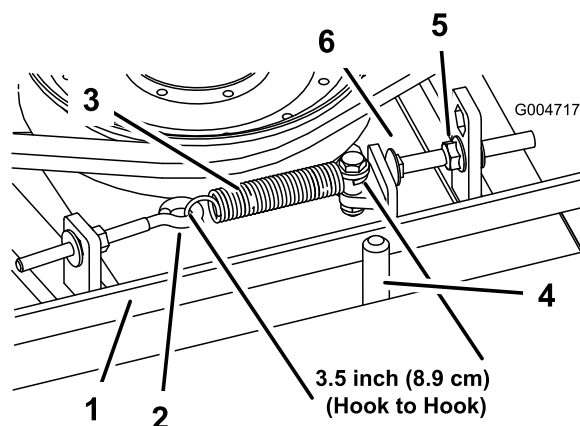

Figure 65
Lorsqu'il est correctement tendu, le ressort d'extension (d'un crochet à l'autre) doit mesurer environ 8,9 cm ± 6 mm (intérieur). Lorsque le ressort est correctement tendu, ajustez le boulon de butée (boulon de carrossier) jusqu'à obtenir un jeu approximatif de 3 +1,5/0,0 mm entre la tête du boulon et le bras de la poulie de tension (Figure 65).
Remarque: La courroie doit être placée du côté ressort du guide (Figure 65).
2. Desserrez le boulon à œil pour pouvoir enlever le ressort d'extension (Figure 65).
3. Desserrez l'écrou à embase qui fixe le boulon de butée à la patte de montage. Reculez l'écrou suffisamment pour que le bras de la poulie de tension passe le boulon de butée (Figure 65). Éloignez la poulie de tension de la courroie pour détendre cette dernière.
8. Raccrochez le ressort d'extension (Figure 65) au boulon à œil et tendez la courroie comme suit :